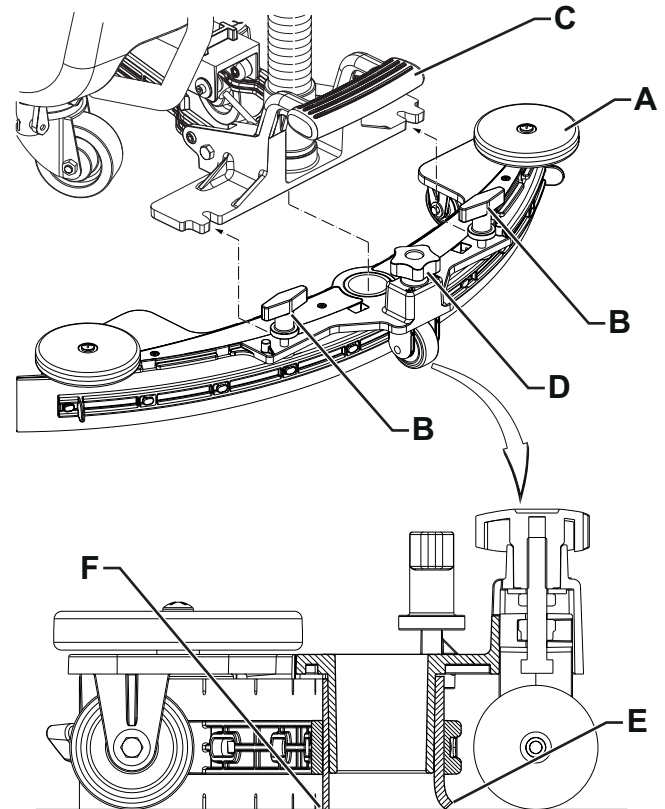

Figure 4
1. Installer l'embouchure (A, Fig. 4) et la fixer avec les boutons (B) à l'étrier (C).
2. Si nécessaire, régler l'embouchure avec la poignée (D) de sorte que le pneu arrière (E) et le pneu avant (F) touchent le sol, comme indiqué dans la figure.
Pour les 3 premiers niveaux de débit (Fig. 4), la quantité de solution détergente distribuée est automatiquement réglée en fonction de la vitesse d'avance de la machine, de manière à obtenir une quantité constante de solution détergente par mètre linéaire de nettoyage.